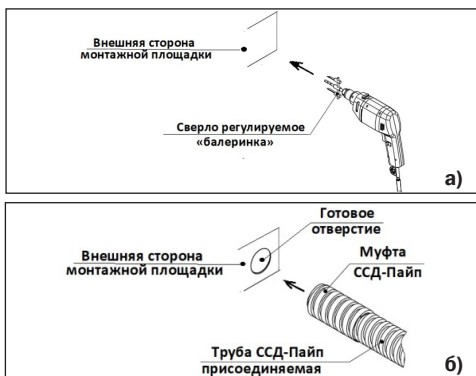

Рисунок 13 - Подготовка к вводу трубы ССД-Пайп в колодец
9.2 Перед помещением колодца в котлован следует подготовить его к вводу труб, то есть просверлить отверстия в монтажных площадках и установить в них адаптеры для ввода труб (рисунок 13). В используемых монтажных площадках высверливаются отверстия по размерам адаптеров.